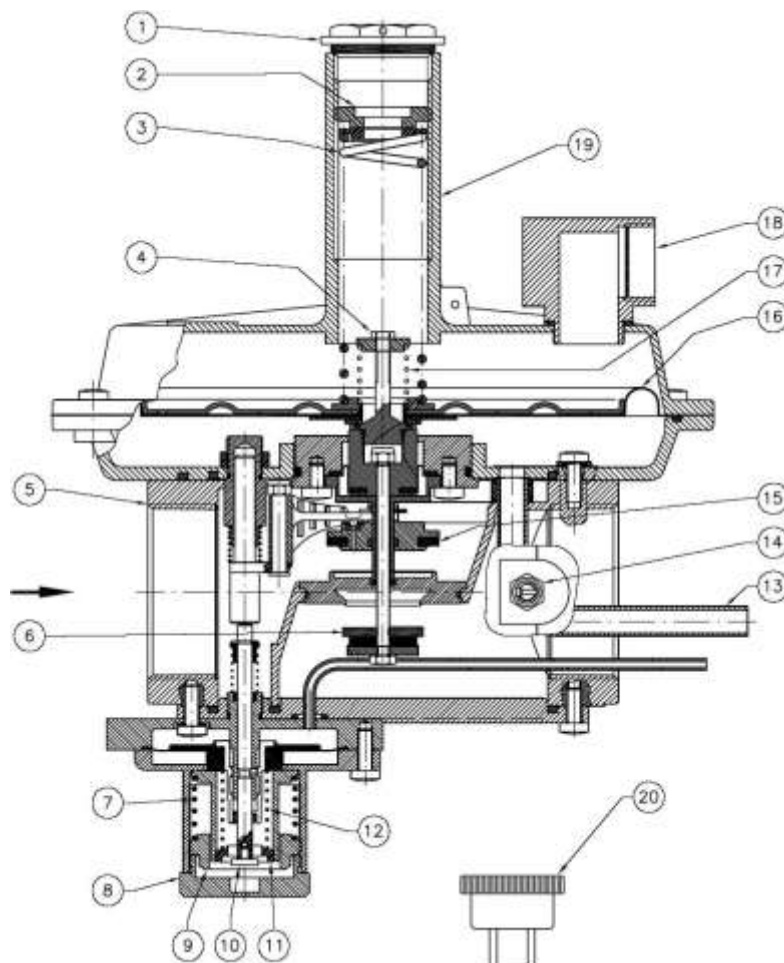

Рис. 1
Регулятор (рис. 1) состоит из: запорный колпачок (регулятор) (1); регулировочный винт выходного давления (2); пружина настройки выходного давления (3); настройка сбросного клапана (4); корпус (5); затвор регулятора (6); пружина настройки ПЗК по избыточному давлению (7); защитный колпачок (ПЗК) (8); регулировочный винт ПЗК по избыточному давлению (9); рычаг взвода ПЗК (10); настройка ПЗК по недостаточному давлению (11); пружина настройки ПЗК по недостаточному давлению (12); встроенная импульсная трубка (13); штуцер измерения давления на выходе (14); затвор ПЗК (15); рабочая мембрана (16); пружина сбросного клапана (17); сбросное отверстие избыточного давления G 3/4" (18); воронка (19); ключ для настройки ПЗК (20).
- Для настройки регулятора необходимо использовать манометр, который можно установить в штуцер для отбора давления (см. рис. 1).